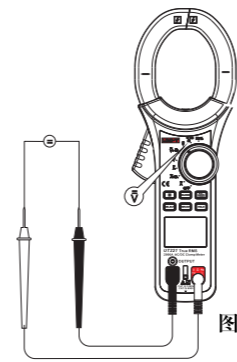

图 3
#### (1) 直流电压 (V) (见图3)
### 1.直流电压测量 (V) (见图3)